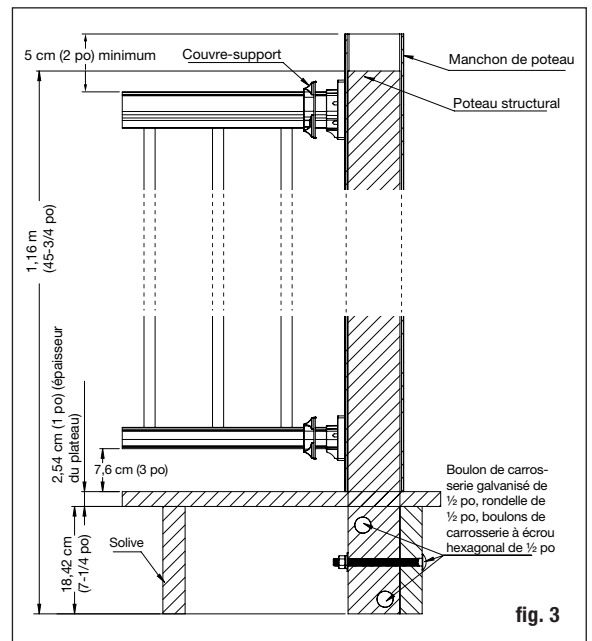

fig. 3
Étape 2 Installez les poteaux du garde-corps avant d'installer les planches de terrasse. 4 x 4 poteaux de garde-corps ou supports de poteaux de charpente de pin traités sous pression ou de cèdre (article n° 215036, vendu séparément) fournissent la force nécessaire pour le garde-corps. Remarque : les supports de poteaux structuraux devraient être utilisés pour l'installation sur le béton. La longueur de chaque poteau est déterminée par la largeur totale de solive (généralement 18,42 cm (7 1/4 po)) + l'épaisseur du platelage 2,54 cm (1 po) + la hauteur du garde-corps 91,4 cm (36 po) + l'espacement pour le capuchon du poteau 5 cm (2 po) = 1,17 m (46 1/4 po). **Important : Ne faites pas d'encoche dans les poteaux de 4x4 du garde-corps. Cela réduirait la force du poteau et pourrait mener à un défilage ou l'écrasement du garde-corps (fig. 3).**
Étape 3 Placez, mettez à niveau avec un niveau et serrez le poteau de garde-corps sur la face intérieure de la solive. Remettez à niveau. Le poteau de garde-corps 4x4 devrait être boulonné à l'intérieur de la solive en utilisant deux boulons de carrosserie galvanisés de 1/2 po, des rondelles et des écrous. Les poteaux de coin utilisent un troisième boulon de carrosserie, des rondelles et des écrous insérés à travers les solives adjacentes (fig. 3).
Étape 5 Taillez les manchons de poteaux 4x4 pour la longueur. Les manchons de poteaux devraient être d'au moins 5 cm (2 po) plus long que la hauteur du garde-corps (fig. 3). Exemple : Pour un garde-corps de 91 cm (36 po) de haut, découpez le manchon du poteau à au moins 96,52 cm (38 po), mais pouvant être laissé plus long si vous le désirez.
Important : Ne faites pas d'encoche dans les poteaux de 4x4 du garde-corps. Cela réduirait la force du poteau et pourrait mener à une défaillance ou l'écrasement du garde-corps (fig. 3).